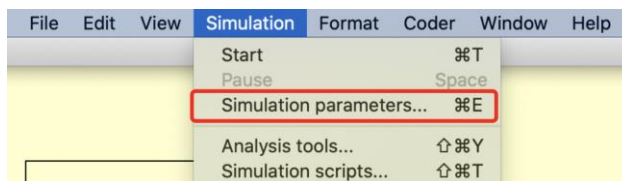
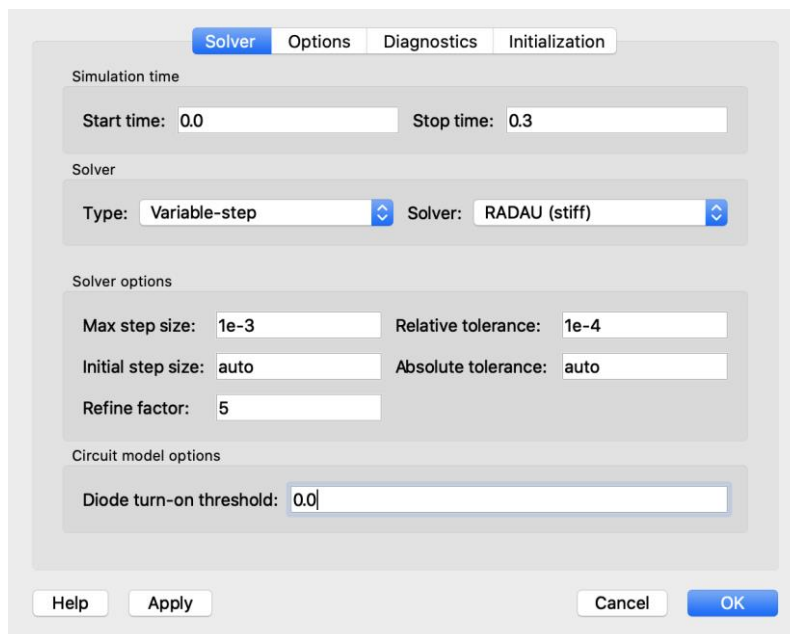

Figura 7 - Acesso aos parâmetros de simulação do modelo PLECS.
Figura 8 - Parâmetros de simulação a adotar.
- 7) Após adicionar os componentes no modelo, deve-se configurar os parâmetros de simulação em "*Simulation >> Simulation parameters*" (ver Figura 7). Os parâmetros de simulação mais importantes são definidos no separador "*solver*" (ver Figura 8), tais como, "*Start time*" e "*Stop time*". O parâmetro "*Refine factor*" permite controlar o número de pontos usados para representar as formas de onda. Caso as ondas não estejam representadas de forma suave é aconselhável o ajuste deste parâmetro "*Refine factor*" ao invés do parâmetro "*Max step size*". Os valores dos restantes parâmetros devem ser usados por omissão, já que são os adequados para a maior parte das aplicações.